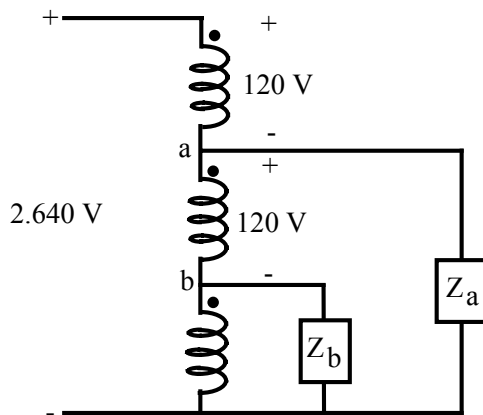

Figura 2.4
2.45.- El autotransformador de la Figura 2.4 se considera ideal. Determine la relación entre las impedancias de carga Z_b/Z_a tal que la corriente en el bobinado entre las derivaciones ab sea cero. En estas condiciones, ¿Cuál es la impedancia equivalente referida al primario.